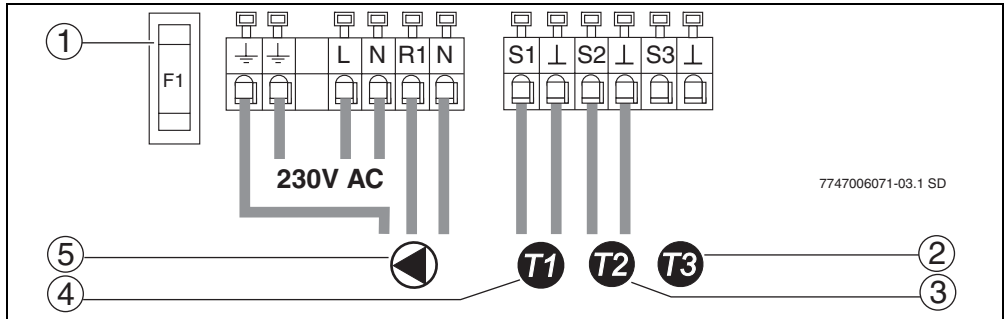

Fig. 6 Esquema de conexión
- ▶ Conecte los cables según el esquema de conexión (→ fig. 6).